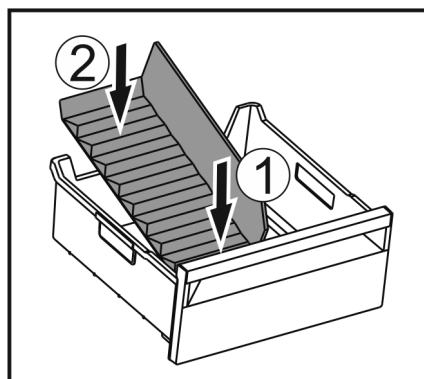

Fig. 51
- ▶ Inserire dapprima il divisore davanti Fig. 51 (1).
- ▶ Abbassare la parte posteriore Fig. 51 (2).